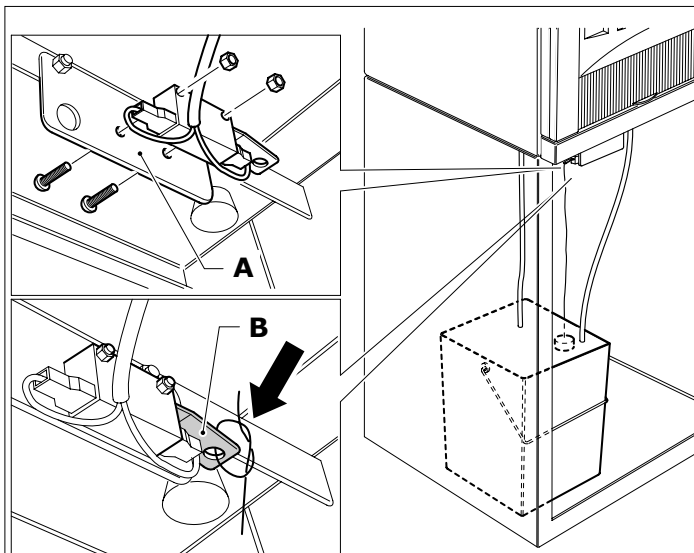
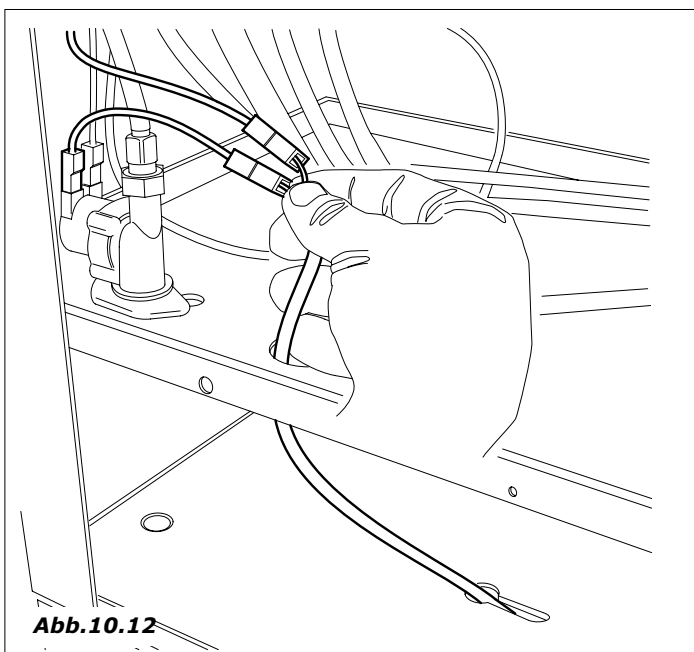

Abb.10.11
Abb.10.12
- Wenn der Automat an das Wassernetz angeschlossen ist, Mikroschalter auf dargestellten Winkel montieren (*Abb. 10.11 - Pos. A*); mit mitgelieferten Kabeln, an das Wassereingangs-Elektroventil, in Reihe schalten (*Abb. 10.12*).
- Nylon-Faden des Schwimmers auf dem Mikroschalter-Hebel verknoten (*Abb. 10.11 - Pos. B*), so dass sich der Schwimmer unter der Eimer-Höchstfüllmenge befindet.